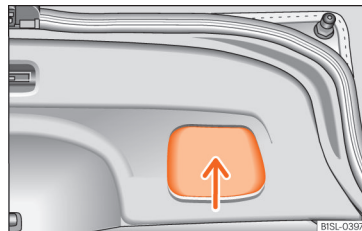

Abb. 7 Offene Heckklappe: Griffmulde zum Ziehen
- In die Griffmulde in der Innenverkleidung der Heckklappe fassen » **Abb. 7** (Pfeil).